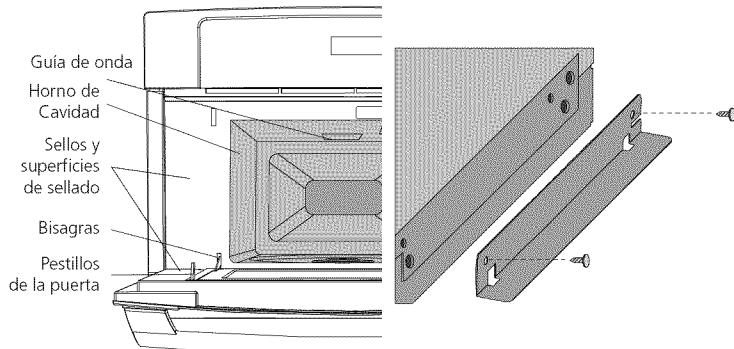

Figura 2A
2. Retire todos los materiales de embalaje de la cavidad del horno antes de conectar el suministro eléctrico al Horno microondas de pared. NO RETIRE LA CUBIERTA DE LA GUÍA DE ONDA, que está ubicada en el techo de la cavidad. Vea la Figura 2A.